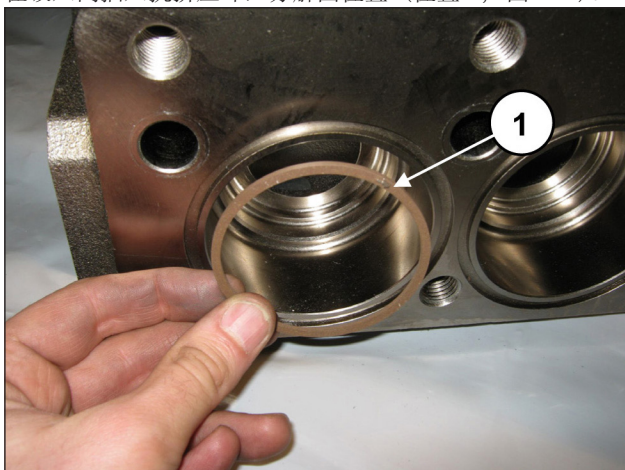

图 149
在吸入阀插入抗挤压环, 分解图位置6(位置①, 图 149)。